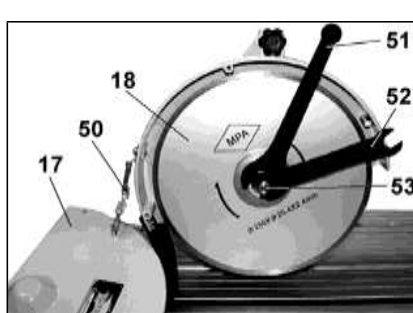

Рис. 18
12. ЗАМЕНА ОТРЕЗНОГО ДИСКА (Рис. 18,19)